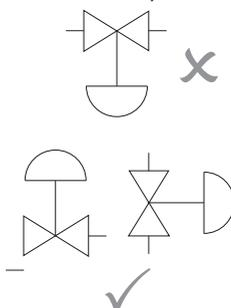

Рис. 6
4.3 Проверьте направление движения среды. Предпочтительно устанавливать клапан на горизонтальном трубопроводе так чтобы шток клапана располагался вертикально, а привод клапана находился сверху. Смори рис. 6, а также инструкцию на привод клапана.